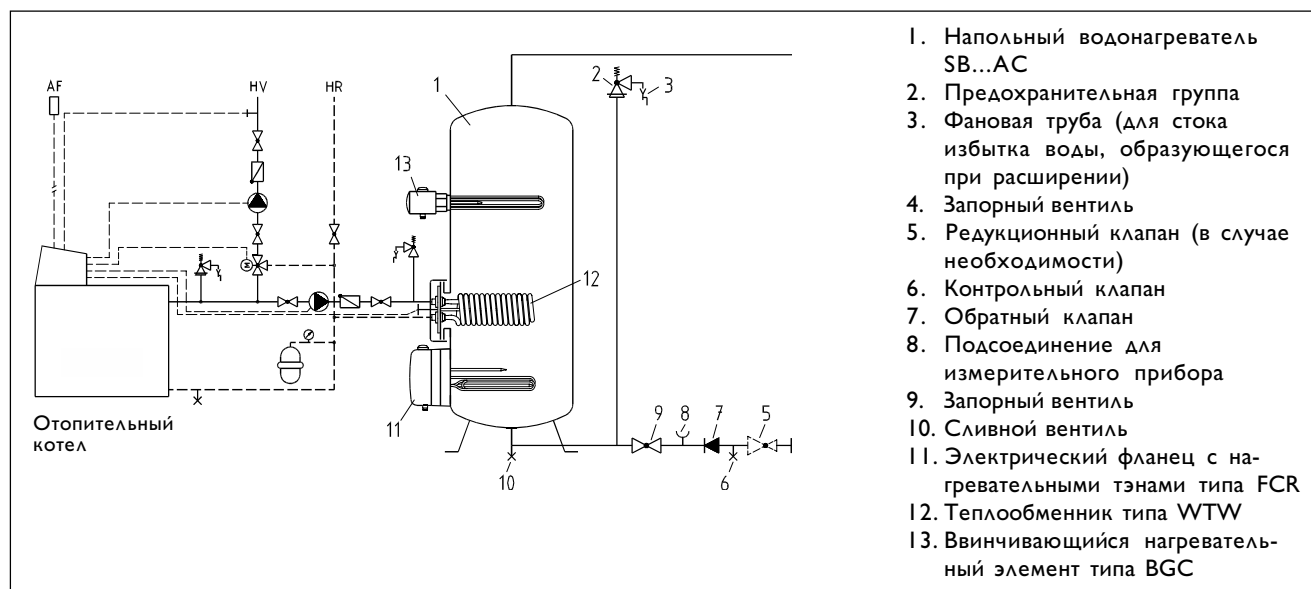

Рис. 4
Модель SB 302, 402 AC следует оснастить теплоизоляцией толщиной 50 мм. Для моделей SB 602, 1002 AC поставляется теплоизоляция марки WD, которая устанавливается во время монтажа прибора (номер заказа см. в разделе "Комплектующие"). Во время нагрева из предохранительного клапана (рис.4, поз.2) капает избыток воды, образующийся из-за расширения воды при нагреве водонагревателя. Это является необходимой мерой предосторожности.
- Арматуру монтировать согласно рис.4